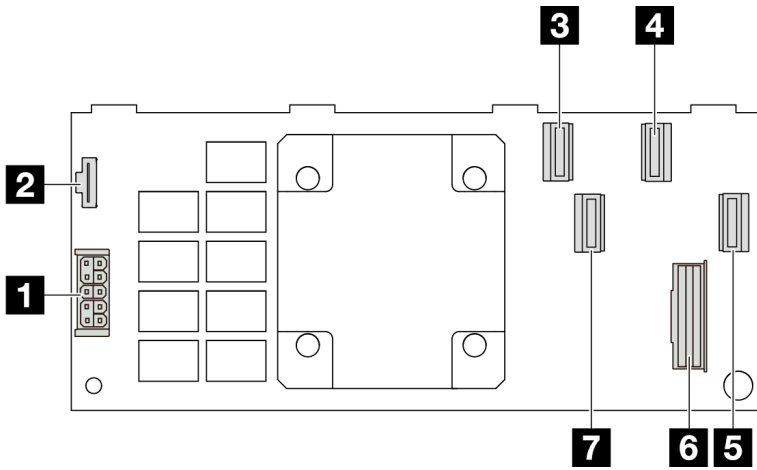

图 320. Gen 4 16i CFF RAID 适配器 (四个端口接口)
- 第 346 页图 320“Gen 4 16i CFF RAID 适配器（四个端口接口）”